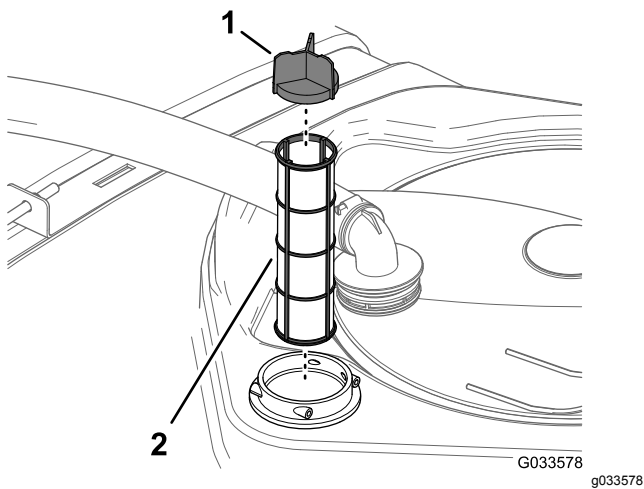

Figura 14
4. Retire o filtro de rede da sucção da estrutura do filtro no depósito (Figura 14).